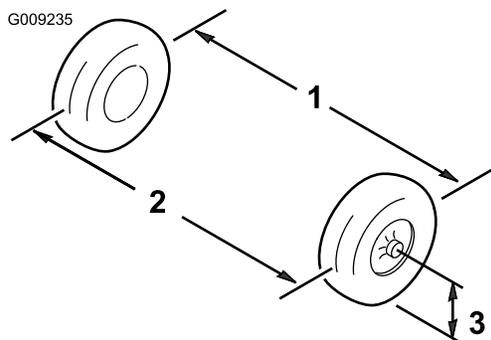

Figura 39
3. Misurate la distanza tra i pneumatici anteriori all'altezza dell'assale, davanti e dietro le ruote (Figura 39).